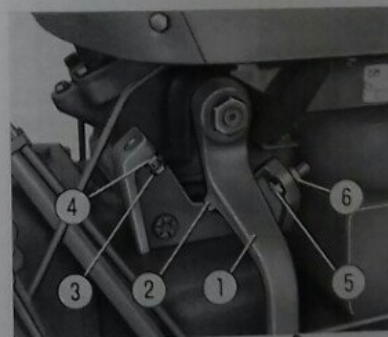

Fig. 43. - Regolazione corsa della leva comando sterzo.
- Allentare il dado 4 (fig. 43) ed avvitare completamente la vite 3 senza però bloccarla.
- Svitare la vite 3 (fig. 43), in modo da portare la sua testa a contatto del tassello 2. Bloccare detta vite mediante il dado 4.